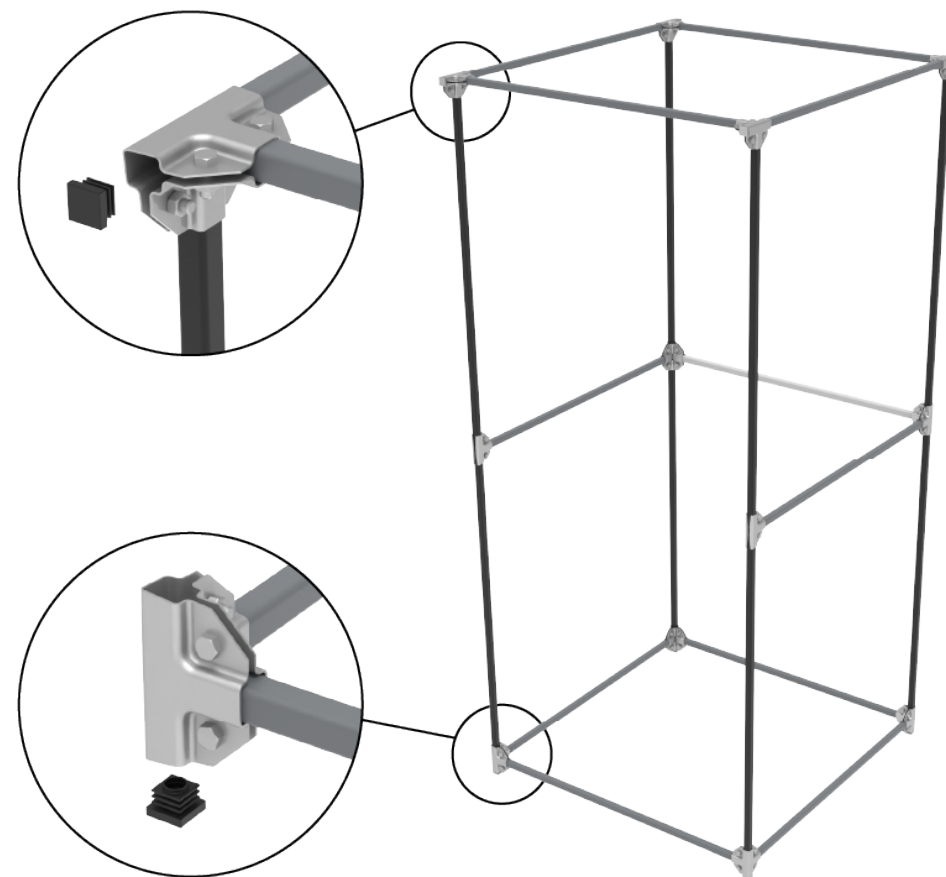

Рис. 12 – Установка заглушек
6. Установить заглушки в скобы (Рис. 12).